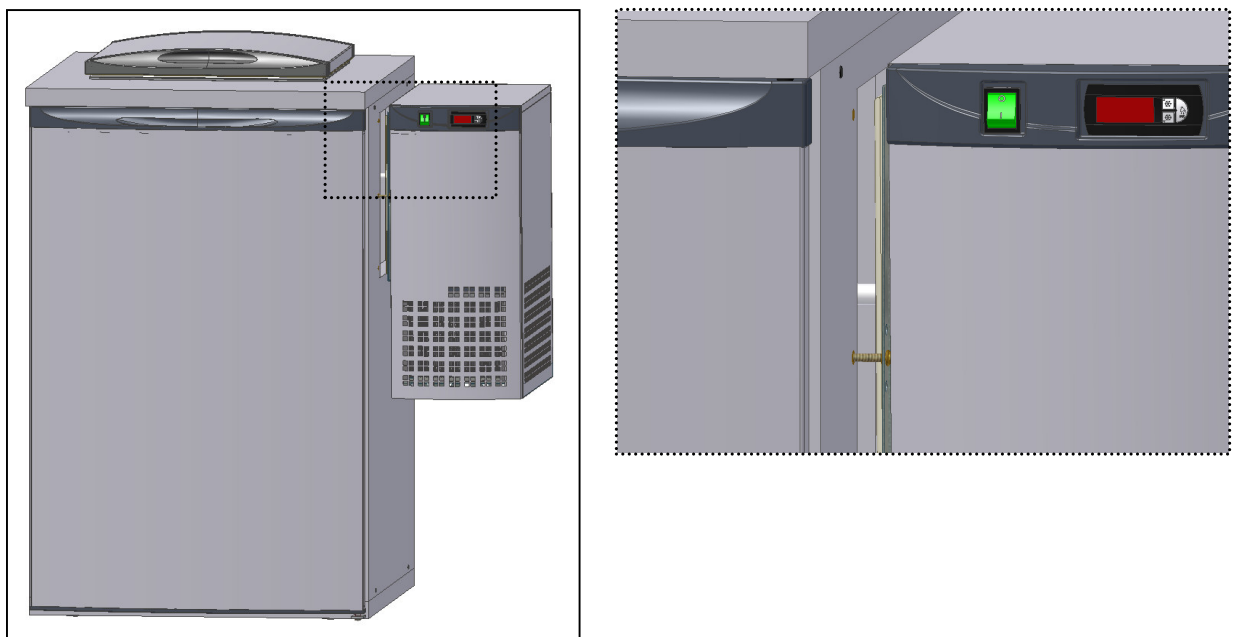

Fig. 13
- Collocare il **V6** e fissare i perni nei fori (Fig. 13);